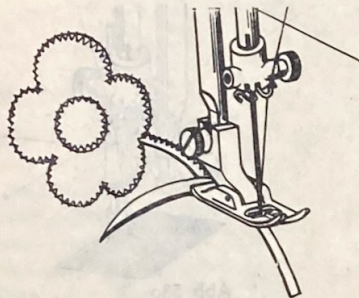

Abb. 55
37. Applikationen (Abb. 55)
- Fertig ausgeschnittene Applikation mit Zickzack-Stich aufnähen (Abb. 55).